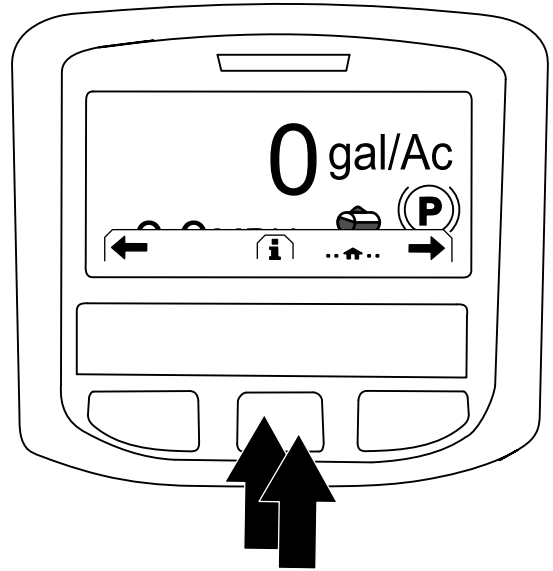

图 224
3. 按 InfoCenter 信息中心上的中间按钮可访问主菜单图 224。
2. 在主屏幕上按 InfoCenter 信息中心上的中间按钮可进入导航屏幕图 224。